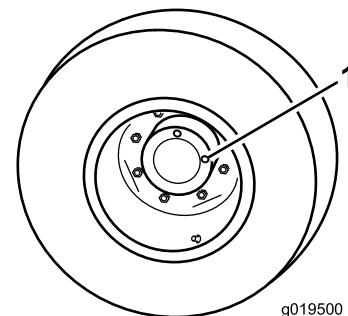

Figura 16
2. Retire o tampão da posição das 3 horas (Figura 16).
1. Com a máquina numa superfície plana, posicione a roda de forma a que 1 tampão de verificação fique na posição das 12 horas e o outro na das 3 horas (Figura 16).